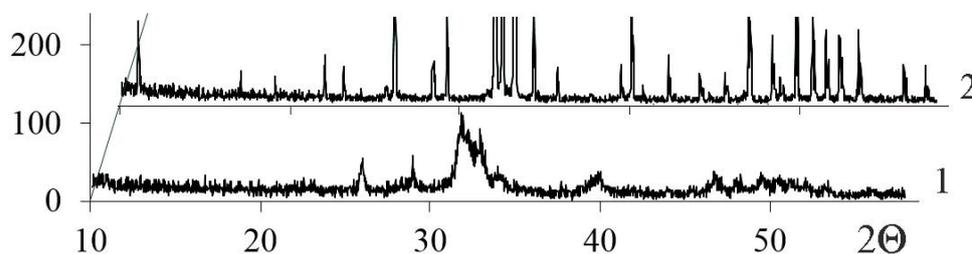

Рис. 5 Рентгеновские дифрактограммы образцов керамики гидроксиапатита
5. По представленным на рис. 5 рентгеновским дифрактограммам ( $\lambda_{\text{K}\alpha 1} = 0,154 \text{ нм}$ ) образцов № 1 и 2 керамики гидроксиапатита (структурная формула  $\text{Ca}_{10}(\text{PO}_4)_6(\text{OH})_2$ ) сделайте обоснованный вывод, какой из образцов исходный и какую степень дисперсности имеет в нем кристаллическая фаза, а какой был подвергнут длительному термическому отжигу при температуре, превышающей 0,4 от температуры плавления.